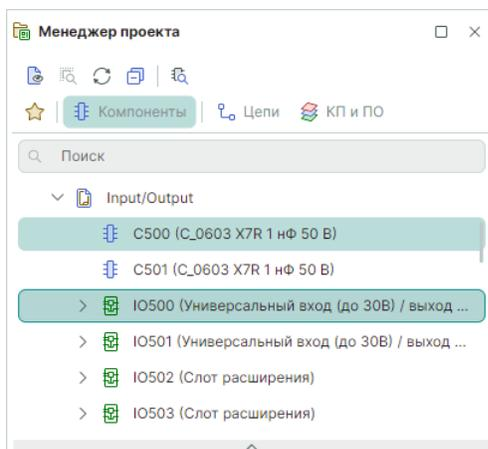

Рис. 147 Блок и компоненты вне блока
- Блок(и) и компоненты вне блока, см. Рис. 147.